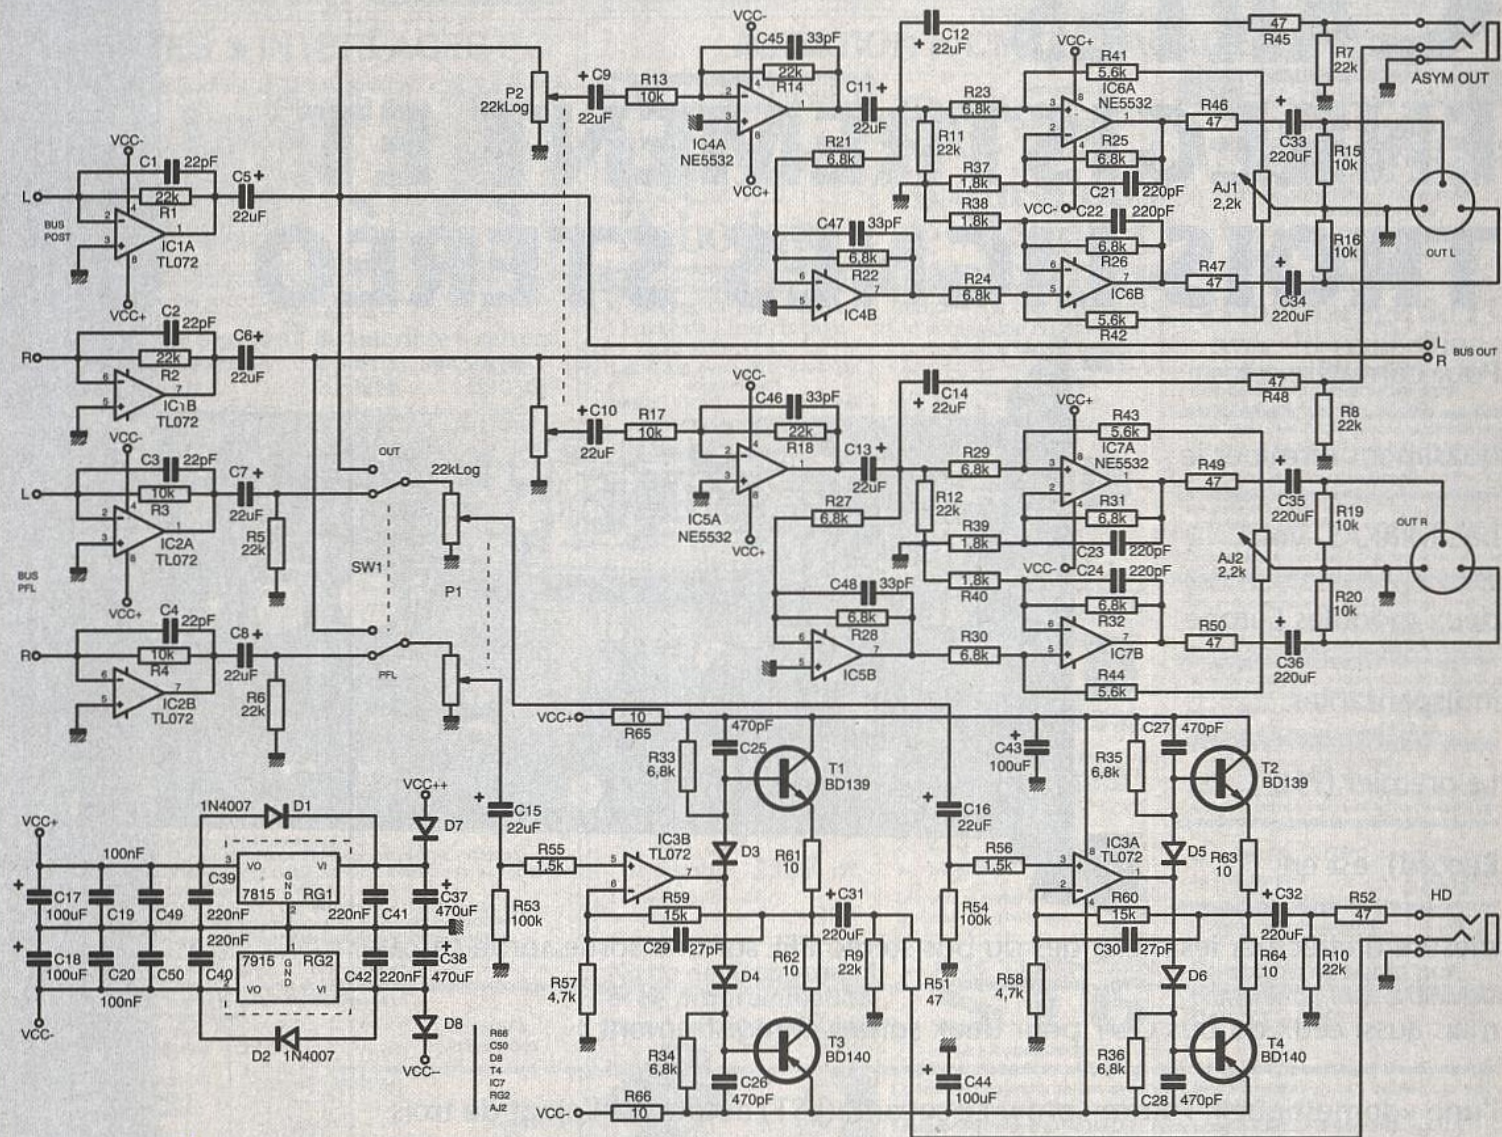

Figure 1 : schéma PFL/record.
■ Figure 1 : schéma de la carte microcontrôleur + I2C.
La partie micro est composée du 80C32, d'un TTL 74HC573 et d'une EPROM 27C64 (figure 1).
Bien qu'il soit d'une déroutante simplicité - comme on pourra le constater à l'examen du schéma présenté figure 1 -, ce module est en fait le cœur d'un système de mélange assez complet. Il offre en effet deux accès bus stéréo, un pour la pré-écoute, le second pour les voies «master». Il est plus aisé d'en comprendre le fonctionnement en s'attachant aux commandes disponibles en face avant et aux prises offertes à l'arrière. On dispose en façade d'un potentiomètre de volume général pour l'enregistrement et d'un circuit casque stéréo